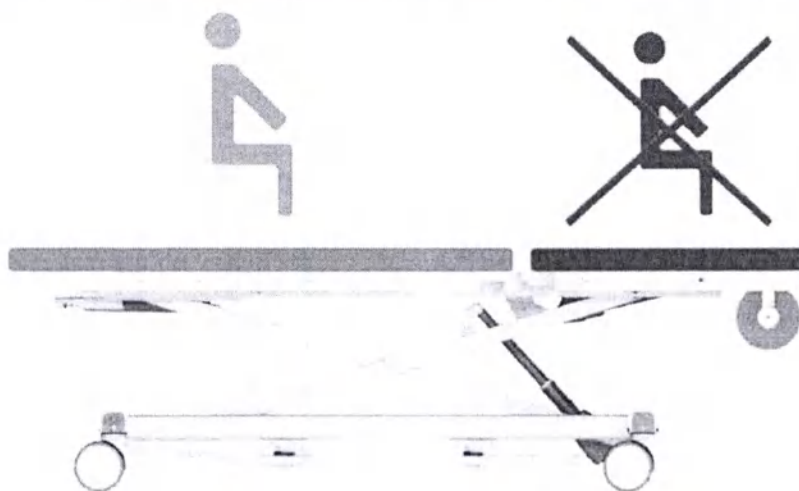

Рисунок 2– Расположение пациента
- Запрещается садиться на головную часть медицинского изделия (Рисунок 2)